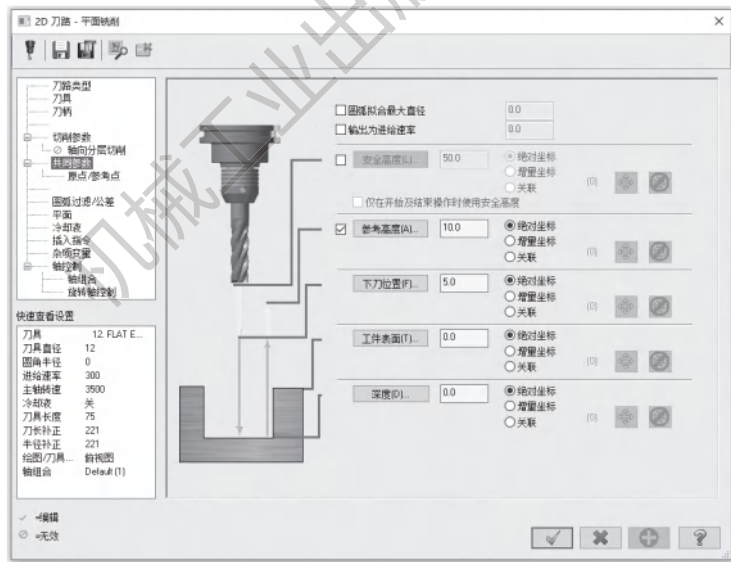

图 3-74 设置共同参数
4) 单击【共同参数】选项, 勾选【参考高度】并设置为 10.0mm, 【下刀位置】为 5.0mm, 【工件表面】和【深度】都为 0.0mm, 单击所有【绝对坐标】选项, 如图 3-74 所示。